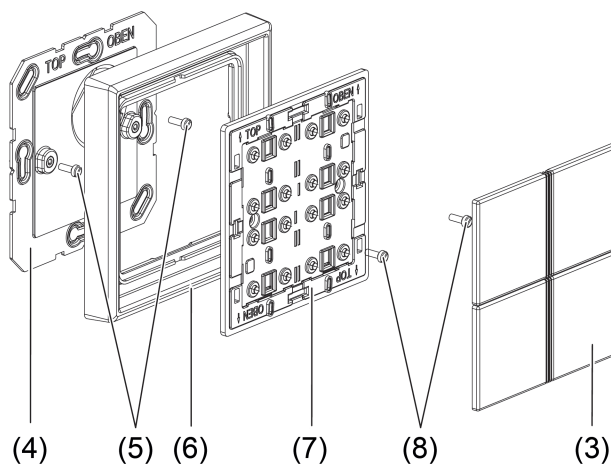

Bild 2
- Tasten (3) vorsichtig vom Wandsender entfernen (Bild 2).
- Den Wandsender von der Bodenplatte (4) abschrauben.